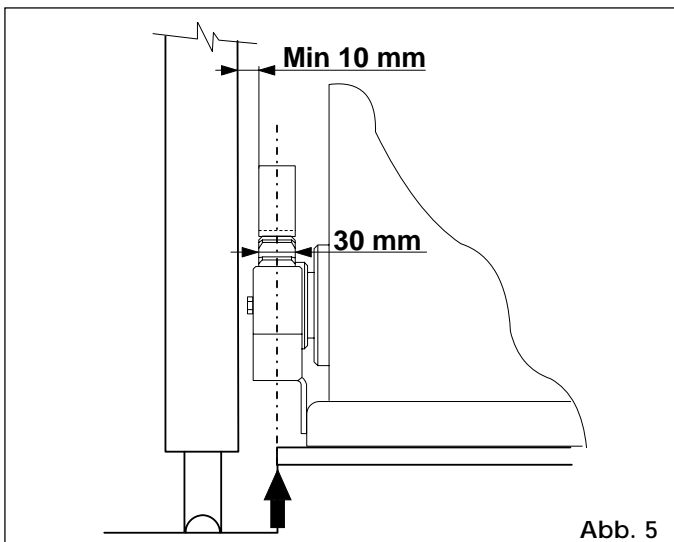
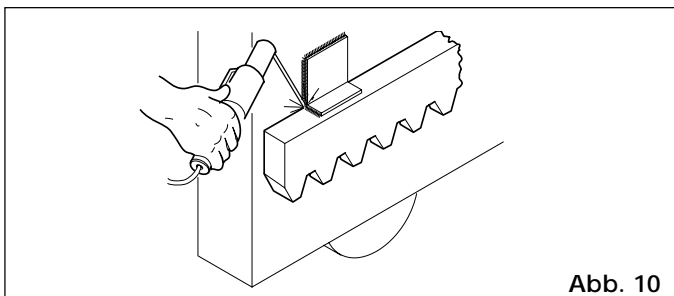

Abb. 5
Abb. 10
Für die Maßangaben wird auf Abb. 5 verwiesen.
- 3) Höhe der Stellfüße durch Anheben des Getriebemotors um ca. 1cm von der Fundamentplatte sowie Abstand zum Tor gem. Abb. 5 - 9 einstellen.
**Wichtiger Hinweis:** Zur Befestigung der Zahnstange am Tor müssen je nach Torbau entsprechende Halterungen angefertigt werden. Abb. 10 zeigt zum Beispiel eine „L“-förmige Halterung. Für die Anbringung der Halterungen s. Abb. 5 und 9.